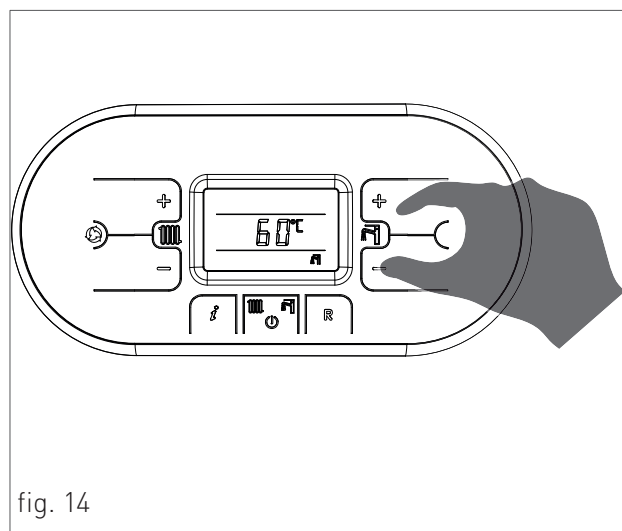

fig. 14
- › Réglez la température de consigne du réservoir en appuyant sur $\oplus$ et $\ominus$ du sanitaire [REDACTED] (fig. 14).